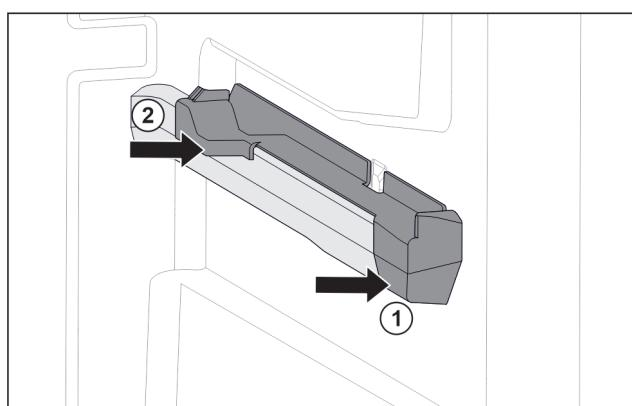

Fig. 79 Nasazovací díl na pravém žebrování na nádoby
- Nasadte nasazovací díl na žebrování na nádoby. Fig. 79 (1)
- Přitlačte nasazovací díl k zadní části. Fig. 79 (2)